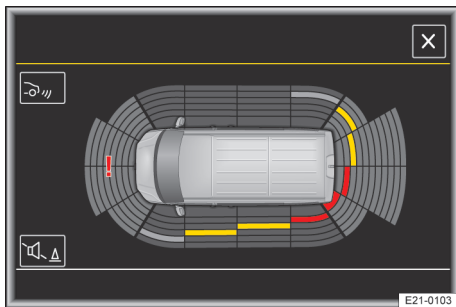

Fig. 117 En el sistema de infotainment: detección de obstáculos de la ayuda de aparcamiento (representación esquemática).
La ayuda de aparcamiento advierte de la presencia de obstáculos mediante segmentos de colores en la pantalla del sistema de infotainment y señales acústicas → fig. 117. Cuanto más se acerque el vehículo a un obstáculo, más se aproximará el segmento a la representación del vehículo → ①.